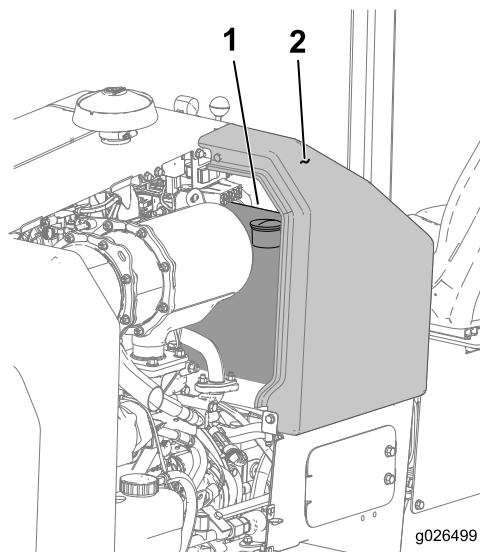

Рисунок 44
2. Снимите верхнюю левую панель консоли (Рисунок 44).